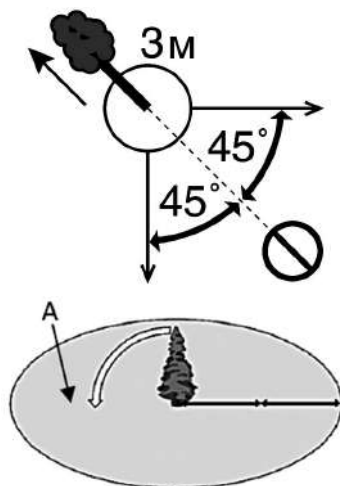

Рис. 9 Зона безопасности при валке дерева
4. Должен быть безопасный путь отхода. Путь отхода должен быть направлен по диагонали в сторону, противоположную направлению падения, под углом 45 градусов, необходимо отойти минимум на 3 метра от ствола, на тот случай, если во время падения комель дерева отскочит в сторону. Зона безопасности (А) должна быть не менее $2\frac{1}{2}$ высоты дерева (Рис. 9).